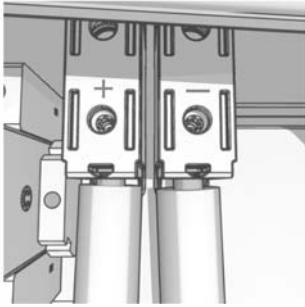

Abbildung 2.27 Anschluss an PV-Eingang
2. Die PV-Kabel vom Generatoranschlusskasten an den Wechselrichter anschließen. Die richtige Polarität sicherstellen, siehe Abbildung 2.27.